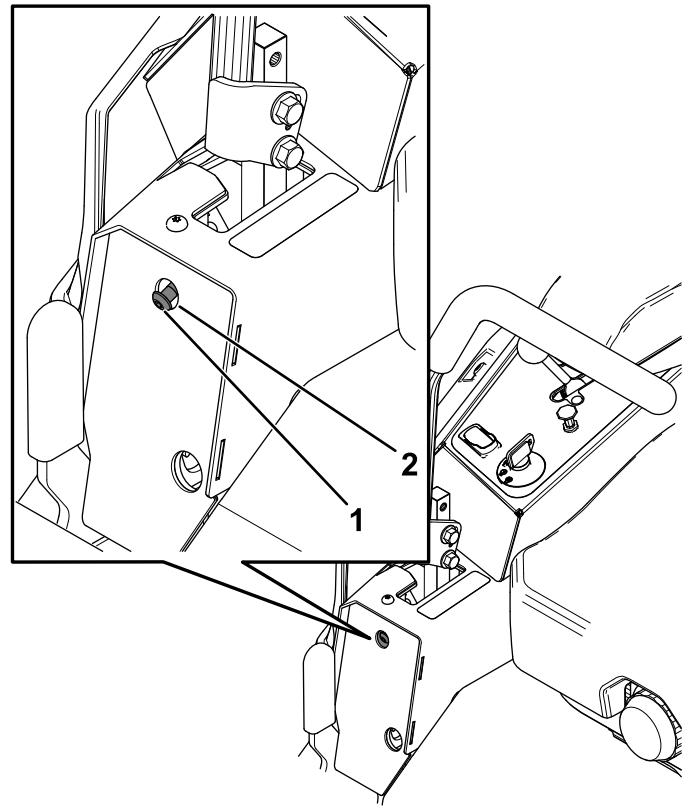

Figura 65
6. Si la máquina se desvía hacia la derecha, inserte una llave hexagonal de 3/16" a través del orificio de acceso del panel izquierdo delantero y gire el tornillo en sentido horario o antihorario para ajustar el recorrido de la palanca (Figura 65).
7. Si la máquina se desvía hacia la izquierda, inserte una llave hexagonal de 3/16" a través del orificio de acceso del panel derecho delantero y gire el tornillo en sentido horario o antihorario para ajustar el recorrido de la palanca (Figura 65).